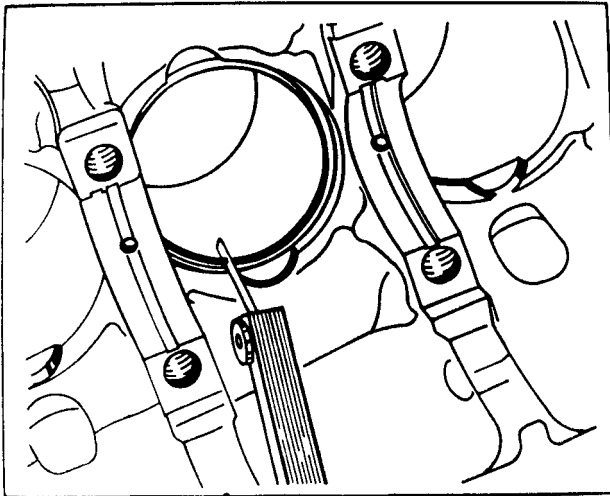

Bild M 16. Kolbenringstoß überprüfen
- (1) Kolbenringe
- Stoßspiel überprüfen (siehe Bild M 16)